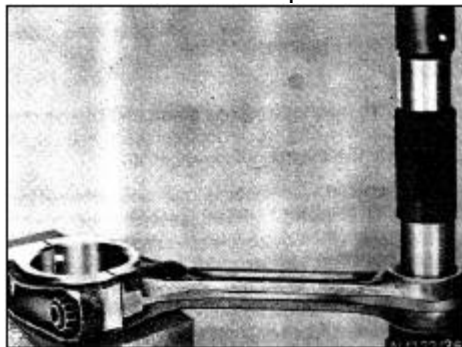

РИС. 30
- 1) Проверьте втулку верхней головки шатуна и, если необходимо, снимите втулку бородком 2576 5890 0207 (см. рис. 30).
- 3) Смажьте посадочное отверстие у шатуна. Установите новую втулку, используя оправку 2576 5890 0207 (см. рис. 30).